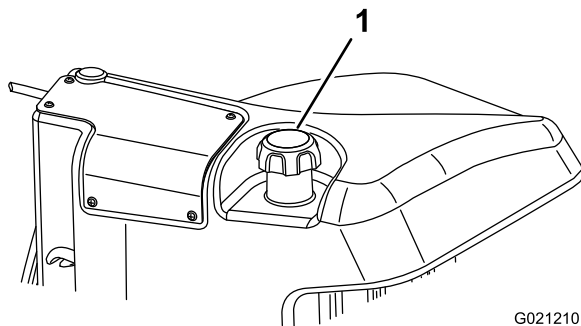

Figura 31
3. Retire a tampa do depósito de combustível (Figura 31).